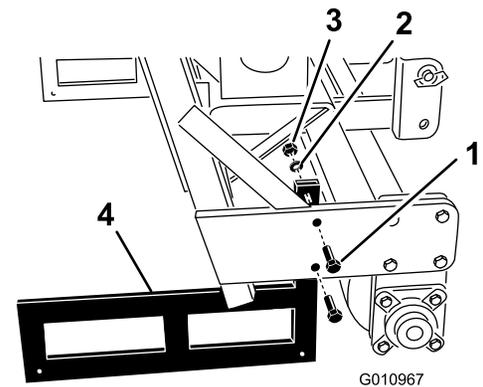

Figure 32
2. Enlevez les boulons, rondelles-freins et écrous qui fixent les supports de rangement à chaque extrémité de l'aérateur (Figure 32).